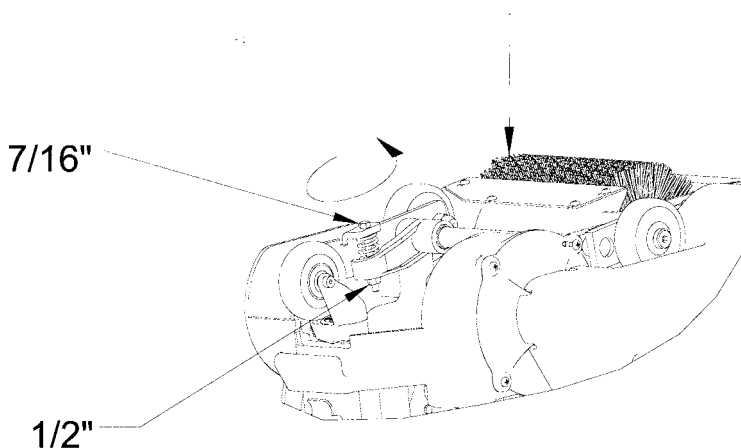

Figure 6
5. Alignez le patin avec le tambour et serrez les vis (voir la figure 6).
1. Repérez la vis de mise à niveau (voir la figure 6).